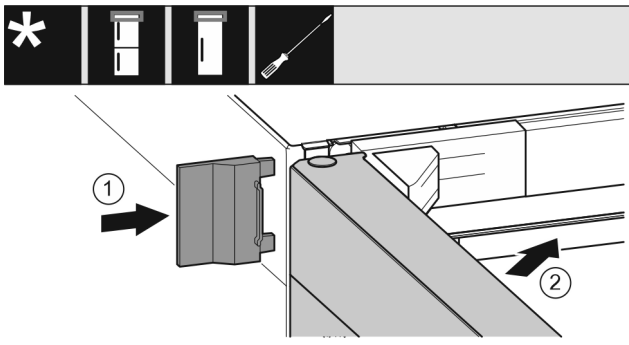

Fig. 20
- ▶ Užstumkite išorinę dengiamąją plokštelę. Fig. 20 (1)
- ▶ Uždarykite viršutines duris. Fig. 20 (2)